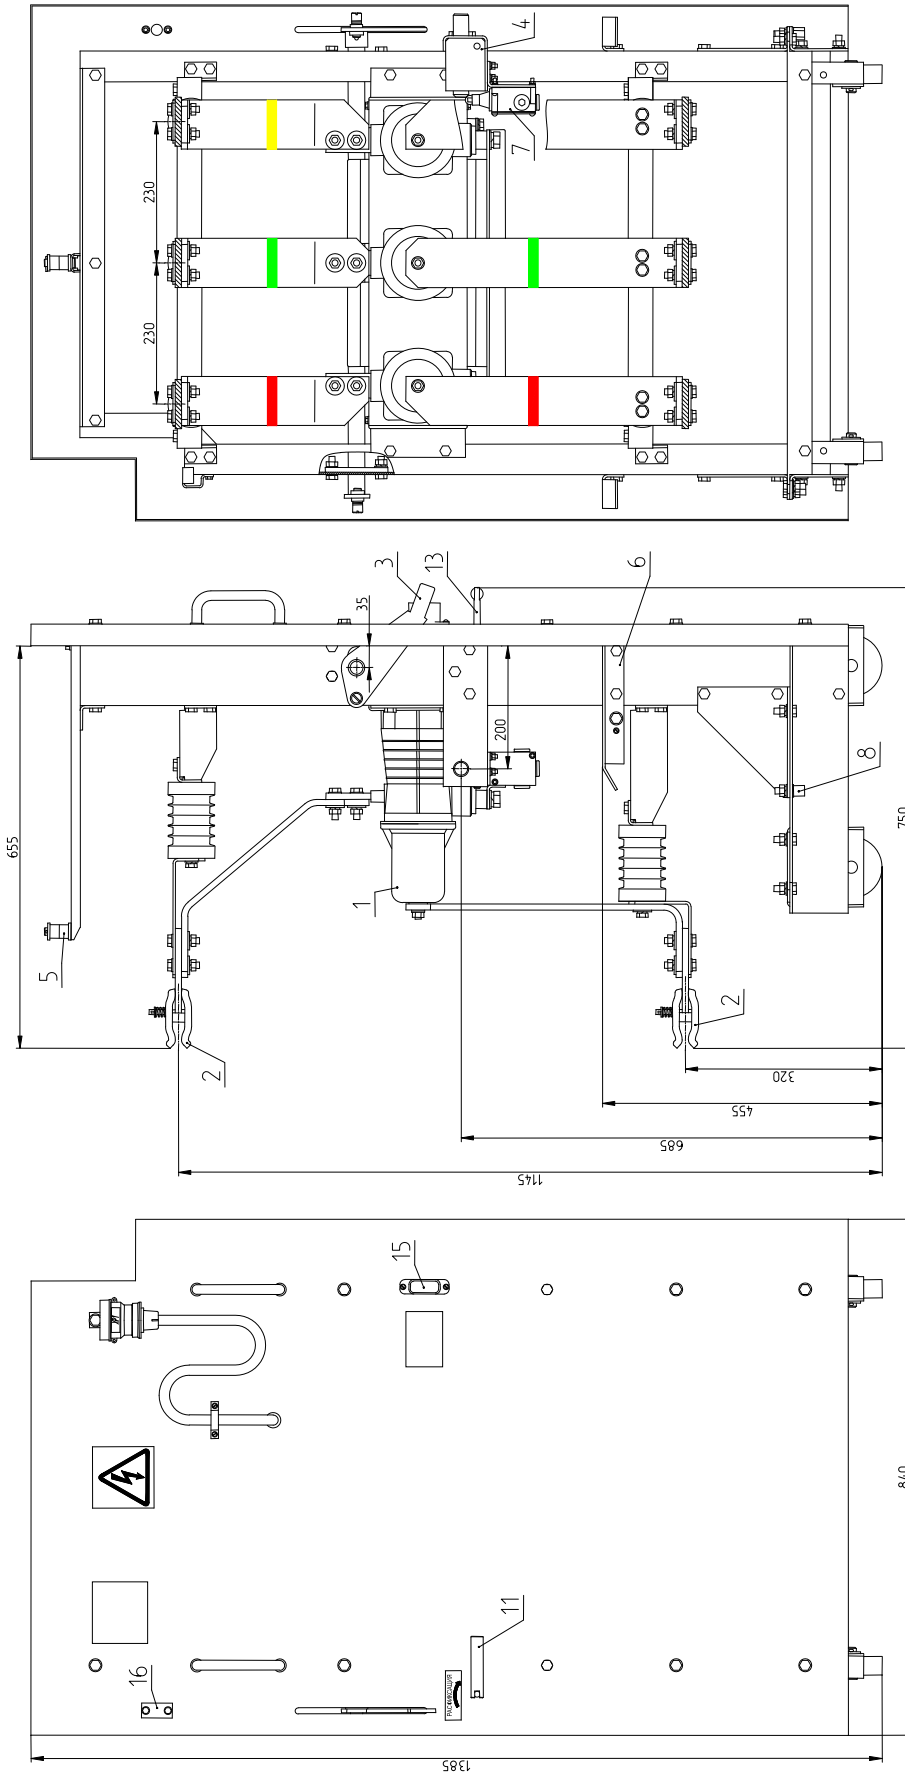

Рисунок 1
ВЭ (рис.1) представляет собой сборную конструкцию, отдельные детали и узлы которой крепятся между собой болтовыми соединениями, на которую установлен вакуумный выключатель ВВ/ТЕЛ ISM15\_LD\_1(48) поз.1 с элементами главных цепей 2. На ВЭ установлен механизм доводки в рабочее положение 3 (см. рис.1), узел стопора 4, узел взаимодействия со шторочным механизмом шкафа 5 и контакты заземления выкатного элемента 6. Для обеспечения электрической блокировки на узел стопора установлен выключатель путевой ВП 2111 поз. 7 (см. рис.1), для обеспечения блокировки от вкатывания при включенном заземляющем разъединителе служит упор 8.
ВЭ имеют исполнения на номинальный ток 630 А с шинами главных цепей из алюминия и на номинальный ток 1000 А с шинами из алюминия на которые установлены радиаторы 10 (рис.3). ВЭ имеют различия по вылету втычных контактов 655 или 643 мм и расположению механизма доводки 35 или 15 мм (см. рис.1 и 3).
Блокировка не дает перемещать ВЭ из одного положения в другое при включенном вакуумном выключателе, размыкает цепь включения выключателя и обеспечивает механическую блокировку включения выключателя во время перемещения ВЭ. Реализуется это следующим образом, для вкатывания ВЭ в шкаф КРУ необходимо повернуть ручку 11 (см.рис.1), чтобы убрать стопор препятствующий этому. Если выключатель включен повернуть ручку нельзя, поскольку пластина 12 (рис.4) приваренная на ось ручки стопора 13, упрется в уголок 14 установленный на вал выключателя. Чтобы убрать препятствие на пути пластины надо выключить выключатель. Когда ВЭ находится в положении между рабочим и контрольным стопор не может вернуться в исходное положение, поскольку упирается в шкаф, пластина на оси ручки стопора в этом положении перекрывает путь уголку установленному на вал выключателя и не дает включить выключатель. Стопор занимает исходное положение только в рабочем или контрольном положении ВЭ в шкафу КРУ, входя в специальные отверстия в корпусе шкафа, или когда оказывается за пределами шкафа в ремонтном положении.
На лицевой стороне ВЭ, на фасадном листе нанесен предупреждающий знак «Осторожно! Электрическое напряжение». Рядом с кнопкой ручного отключения 15 (см.рис.1) находится табличка указателя положения выключателя. Рядом с ручкой стопора 11 (см. рис. 1) находится табличка с указанием действий по расфиксации ВЭ.
На ВЭ предусмотрена возможность установки электромагнитной блокировки снятой с заменяемого ВЭ, под пластиной 16 (см.рис.1) находятся отверстия для установки ЭМБЗ и других ее элементов, на ось ручки стопора 13 приварена планка для связи с блокировкой.
– повернуть ручку стопора 11 (см. рис.1), при этом пластина на оси ручки стопора 12 (см. рис.4) перекроет путь уголку 14 установленному на вал вакуумного выключателя (это механическая блокировка от включения вакуумного выключателя), стопор надавит на выключатель путевой ВП 2111, который разомкнет цепь включения вакуумного выключателя (электрическая блокировка);
– осуществить перемещение ВЭ, для доводки в рабочее положение использовать съемный рычаг, надеваемый на рычаг механизма доводки 3 (см. рис. 1) выходящий через прорезь на фасад ВЭ.